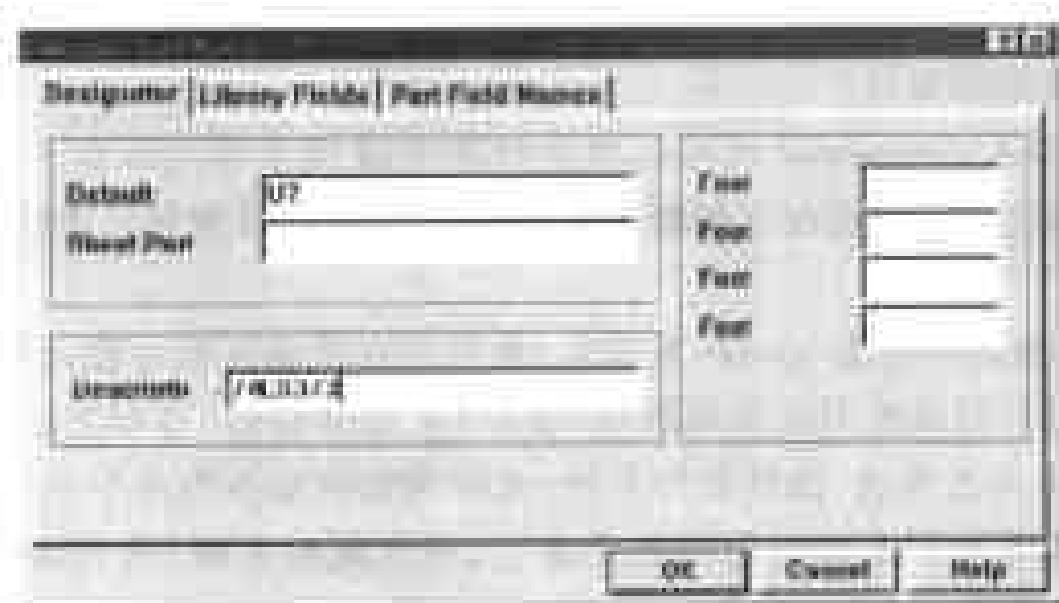

图 5-36 设置元件说明
(38) 至此已经绘制好了一个元件,下面设置元件的说明信息。选择 Tools > Description,或者在工作窗口左边的浏览器窗口中单击 Description 命令按钮,弹出如图 5-36 所示的对话框。